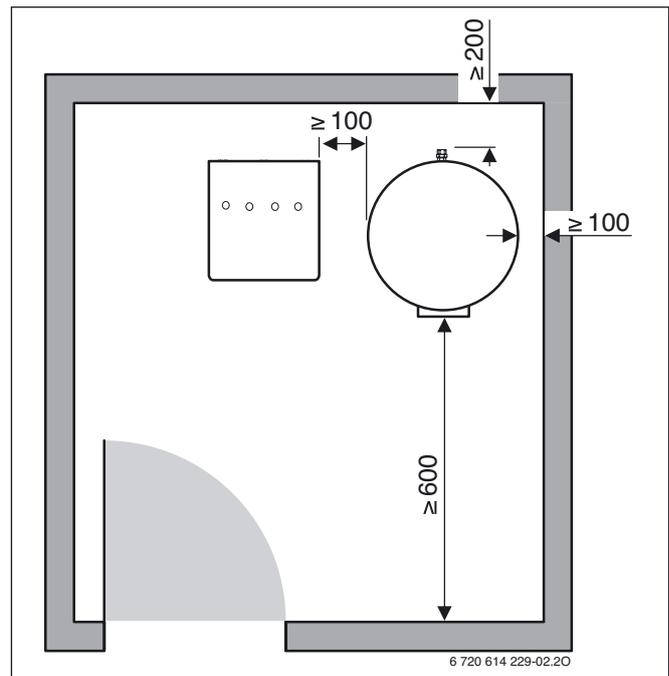

Рисунок 2. Рекомендуемые минимальные размеры расстояния от стен
- Соблюдать минимальные расстояния от стен (→ рисунок 2 на странице 4).